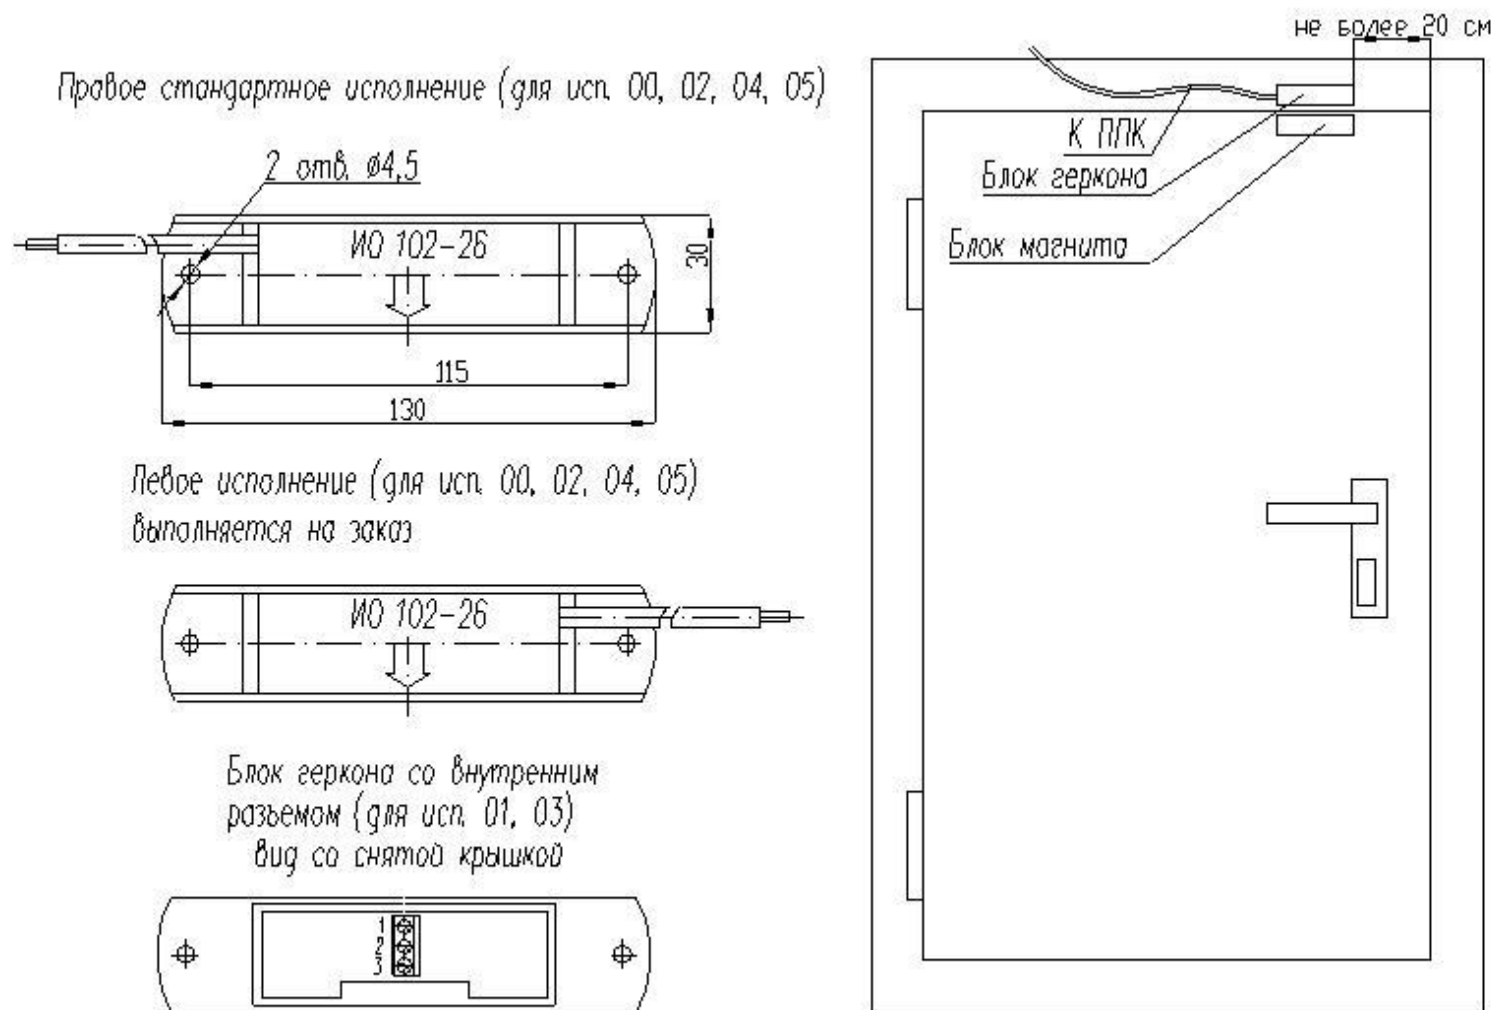
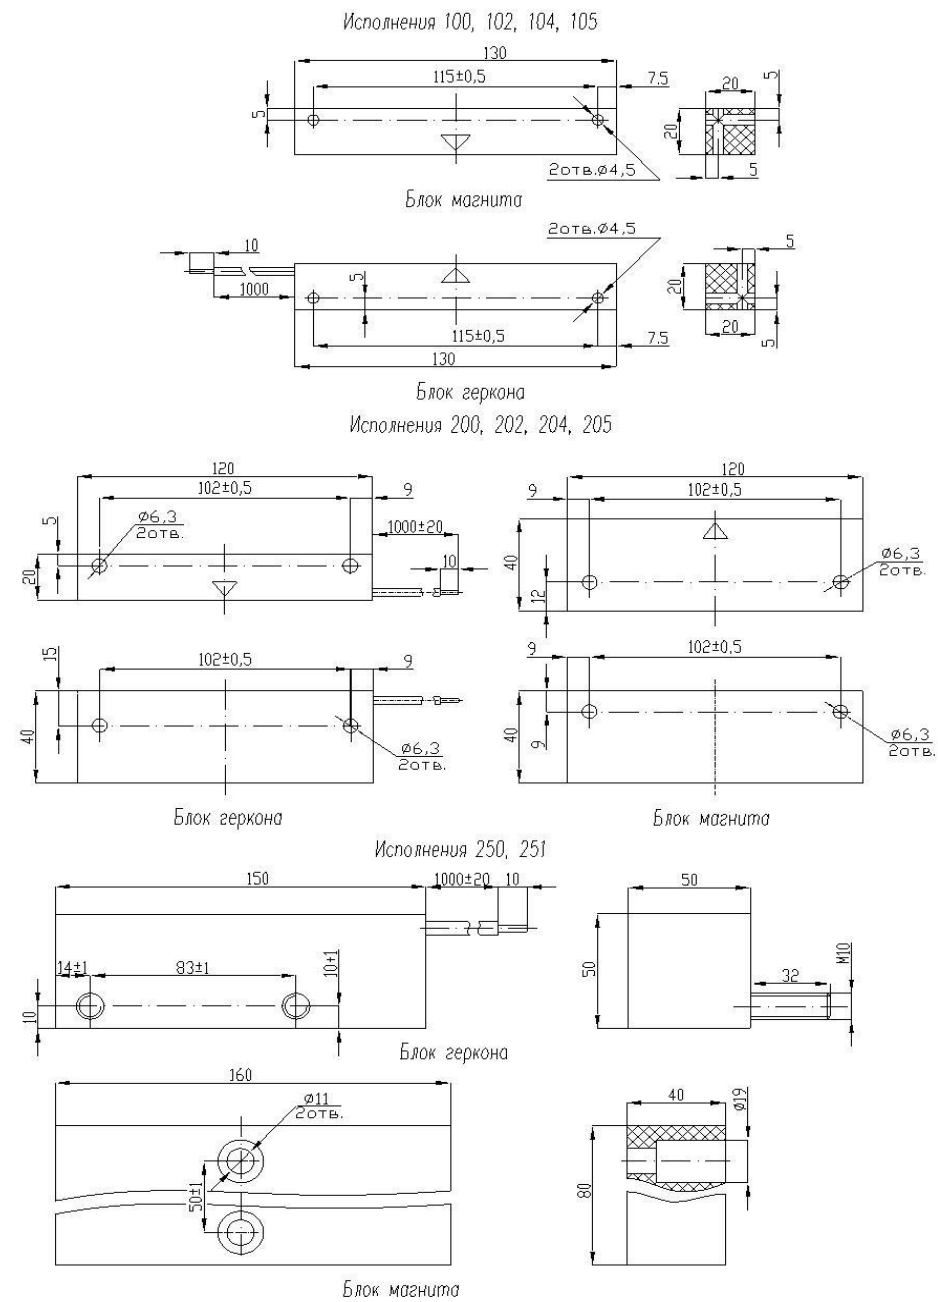

Рис. 3. Габаритные размеры, варианты исполнений и пример установки
Рис.4 Габаритные размеры исп. 100, 102, 104, 105, 200, 202, 204, 205, 250, 251
4.3 Габаритные размеры, варианты исполнений и пример установки для исп. 00, 01, 02, 03, 04, 05 приведены на рис.3. Габаритные и крепежные размеры блока магнита у этих исполнений соответствуют размерам блока геркона. Варианты крепления датчиков исп. 00, 01, 02, 03, 04, 05 показаны на рис.2.
4.4. К несущей поверхности блоки извещателя крепятся шурупами (болтами), пропущенными через отверстия в основании. Извещатели могут крепиться к вертикальным или горизонтальным рабочим поверхностям в соответствии с потребностями заказчика, но в положении встречного направления стрелок. Габаритные и присоединительные размеры извещателей ИО 102-26 приведены на рис. 3 и рис. 4.